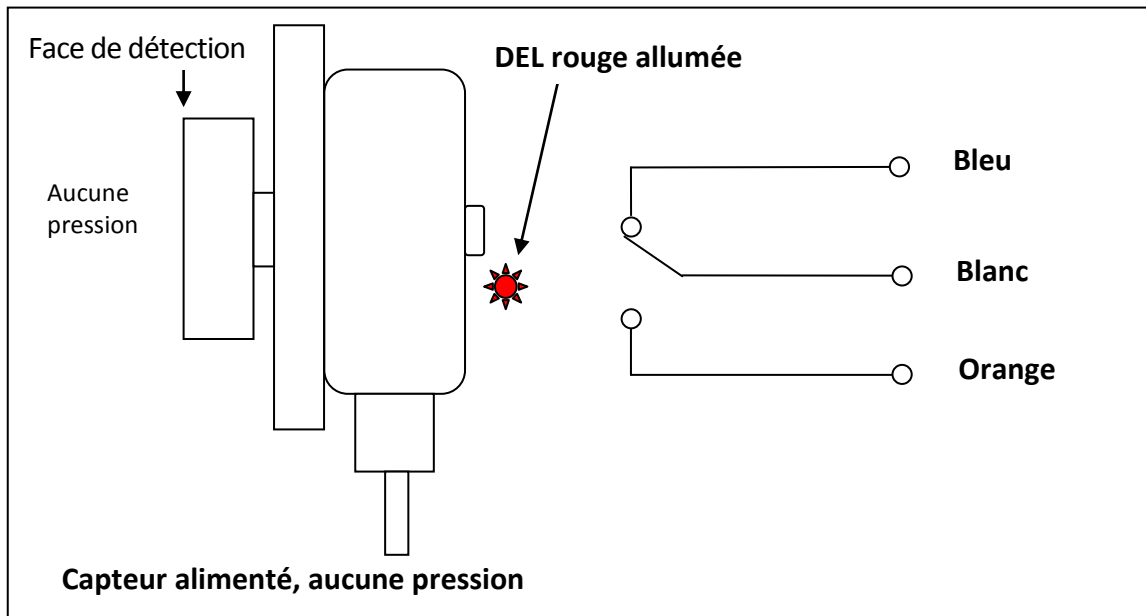
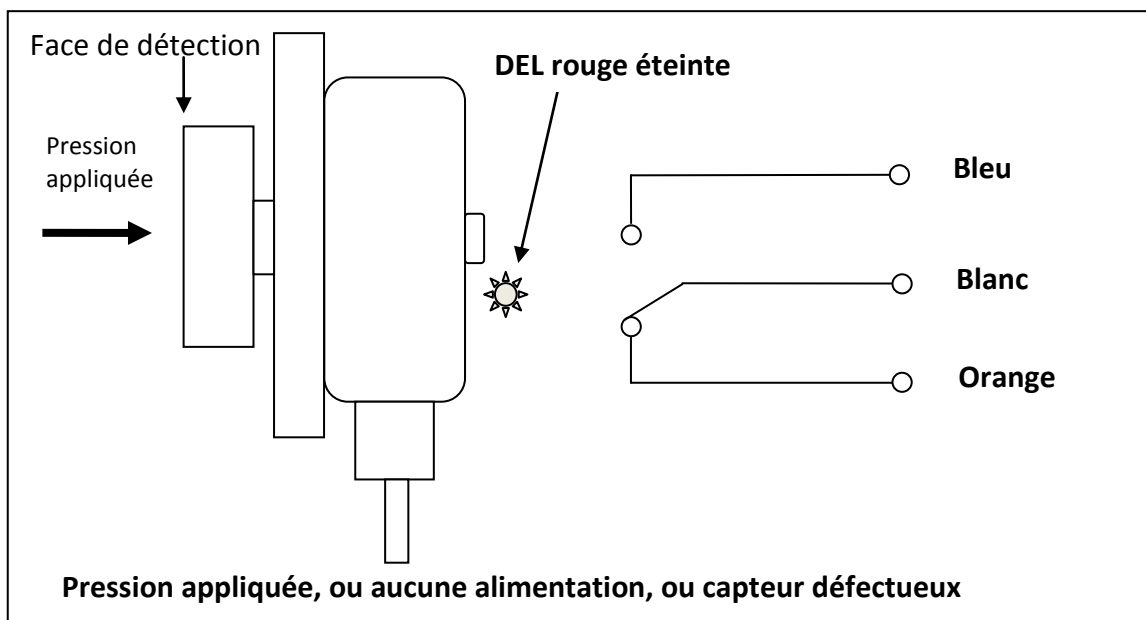

Figure 8 - État OK du capteur TouchSwitch
Figure 9 - État d'alarme du capteur TouchSwitch
Ceci est un contact de fin de course électronique. Il réagit à la pression appliquée à sa face de détection. Si la **pression est supérieure à 3,6 kg**, le capteur excite le relais qui passe alors en **condition d'alarme** (voir Figure 9). Si le capteur est correctement alimenté, s'il fonctionne bien et si aucune pression n'est appliquée à sa face de détection, le capteur excite le relais et indique un état OK en allumant une DEL (voir Figure 8).
- 1) Il convient de noter que la DEL rouge de sortie sur logement du capteur (voir Figure 8) est allumée, et la courroie ou la poulie ne touchent pas le capteur.
- 3) Vérifier que les alarmes et les arrêts du système global fonctionnent comme prévu (voir Figure 9)